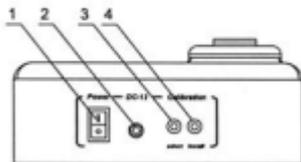

Рис.1
- подключите денситометр к внешнему блоку питания (12 В, 300 мА). Контактное гнездо на задней панели прибора (рис. 1/2).
- 3.5.2 Нажмите кнопку **Select** (рис.1/3) на задней панели прибора (для нажатия кнопок **Select** и **Install** используйте тонкий стержень с неострым концом). На дисплее появится первое значение калибровочной кривой - 0,5.
- 3.5.4 Нажмите кнопку **Install** (рис.1/4). Значение калибровочной кривой будет сохранено в памяти прибора и на дисплее появится следующая величина.
- 4.2 Включите прибор, установив сетевой выключатель (рис.1/1) в положение ON.
- 4.6 Пробирку хорошо встряхните (для встряхивания рекомендуется использовать Vortex V-1) и вставьте в гнездо денситометра (рис.1/1). На дисплее появятся значения Мак-Фарланда для данного раствора.